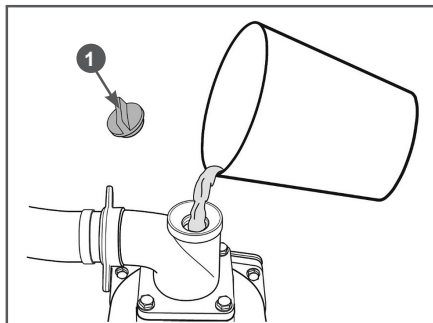

Рис. 16 Заполнение корпуса насоса водой
1. Открутите пробку 1 отверстия для заливки воды в корпус насоса (Рис. 16).